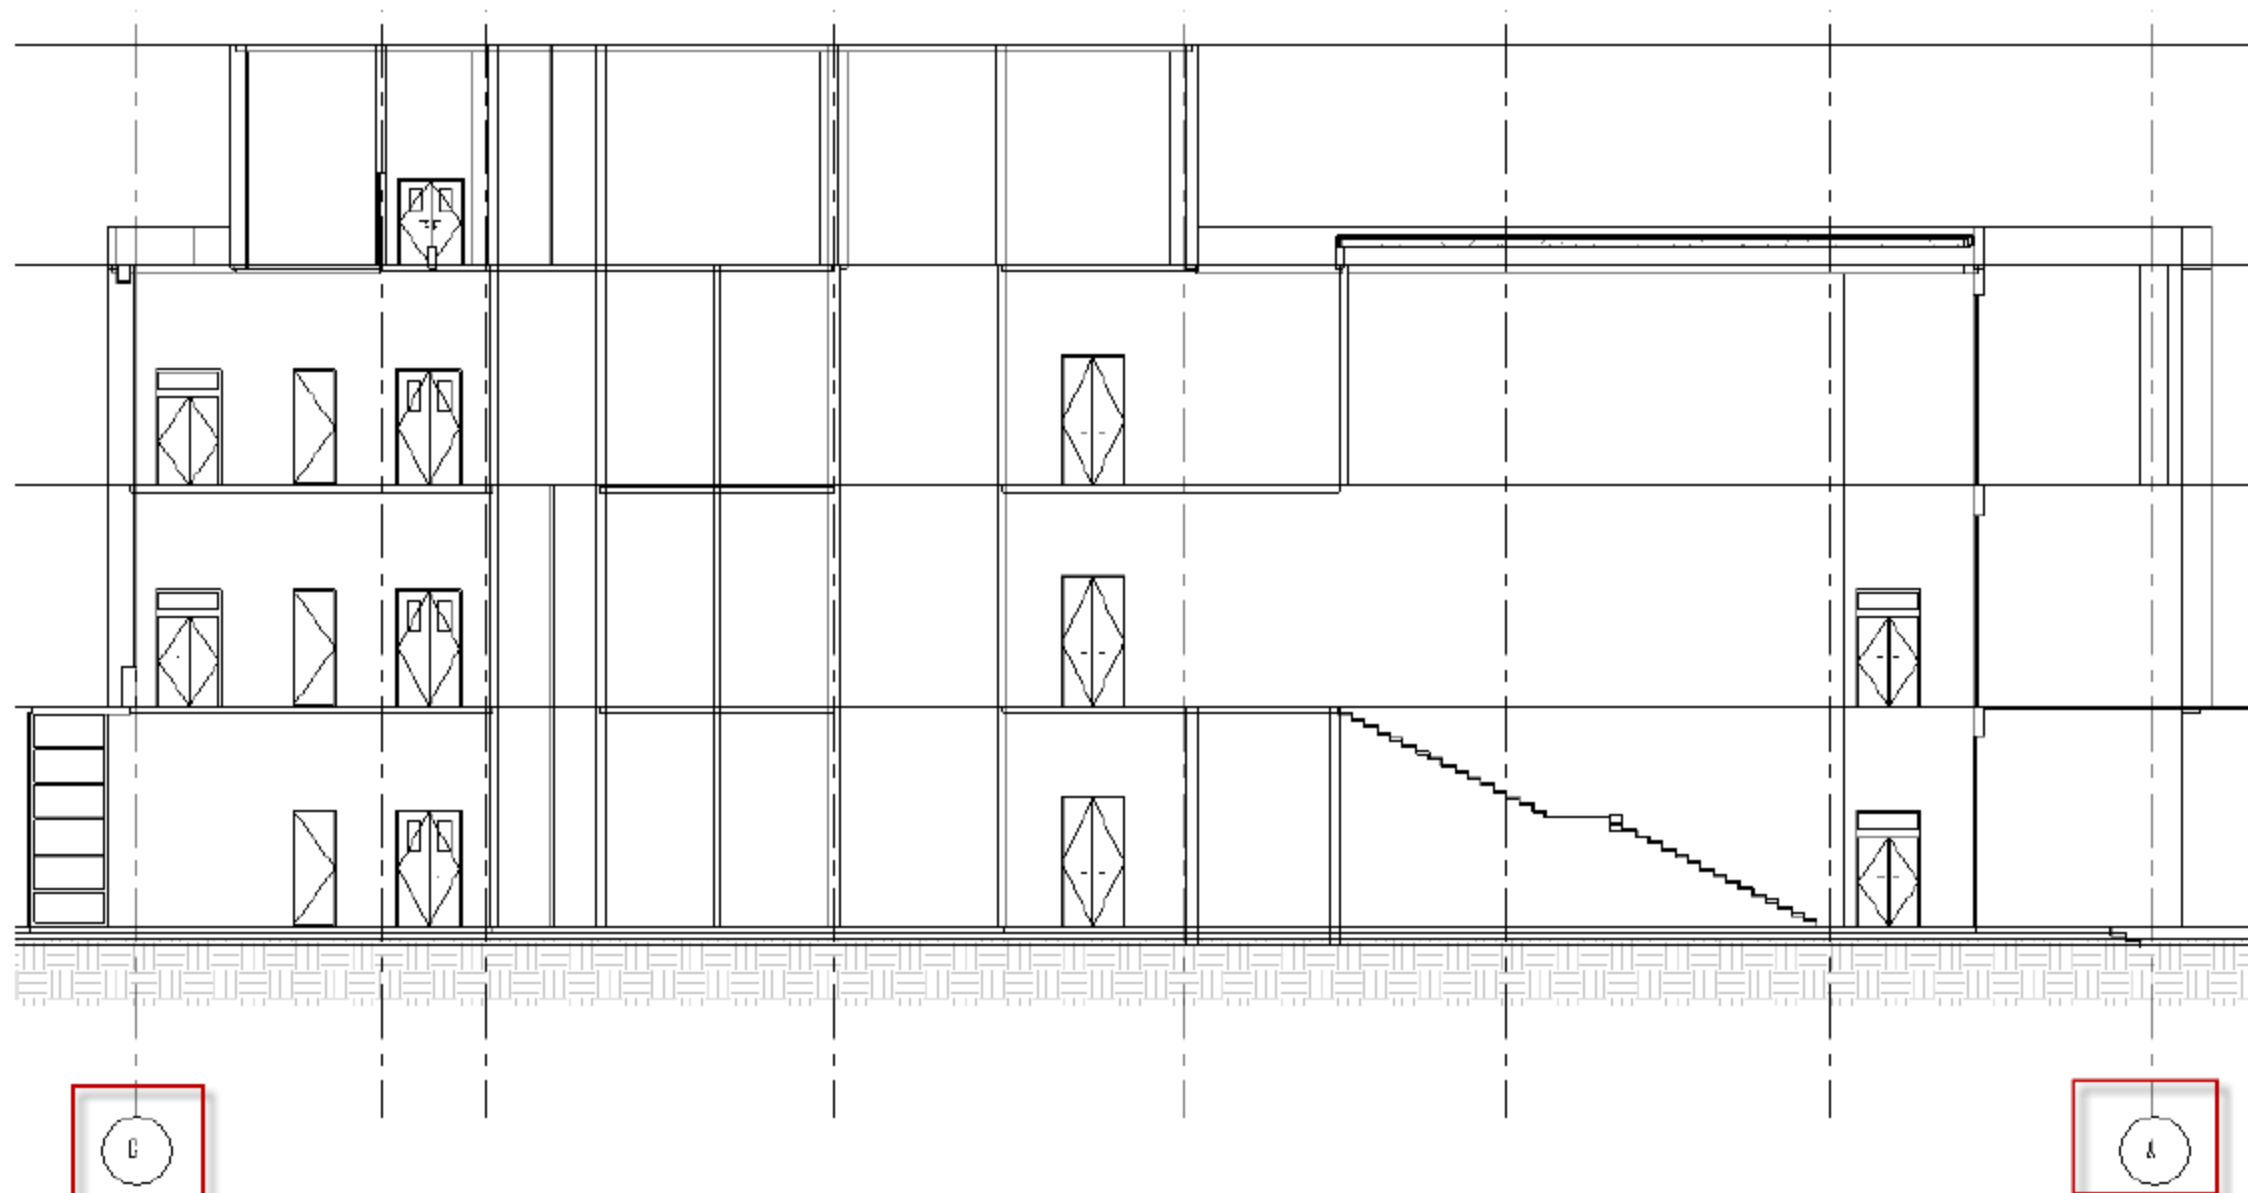

图 13.1.25 调整轴号
(4) 调整轴号。与立面图调整轴号操作类似，隐藏剖面图上部的轴号，显示下部两侧的轴号，如图 13.1.25 所示。